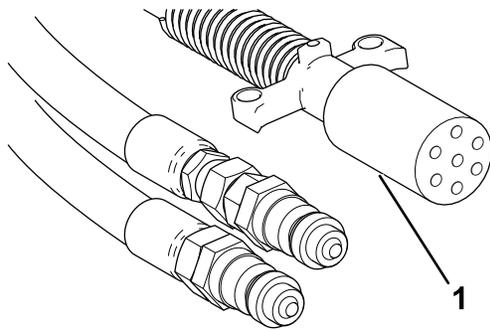

图 21
8. 将 7 针螺旋式电源线连接至机器和牵引车上的插座图 21。